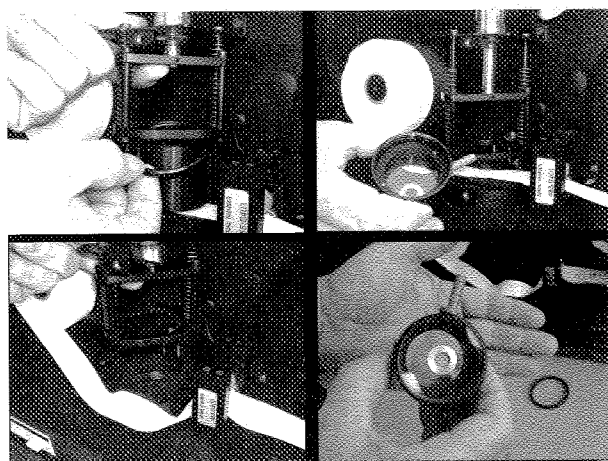

图 3-15 分解光学测量腔室操作之三
7)从光学测量腔室基座上移开滤膜带。查看基座上不锈钢丝网、参照区光学检测窗口的上面是否有灰尘、污迹或其他异物,如有,用吸尘器吸出灰尘和异物,如需要,可用小毛刷轻轻挑出挂在钢丝网上的纤维或毛屑,或者用镜头纸汲取少量清水或者酒精(以用手挤不出液滴为要)擦拭污迹或难以吸走的灰尘。参见图 3-15。